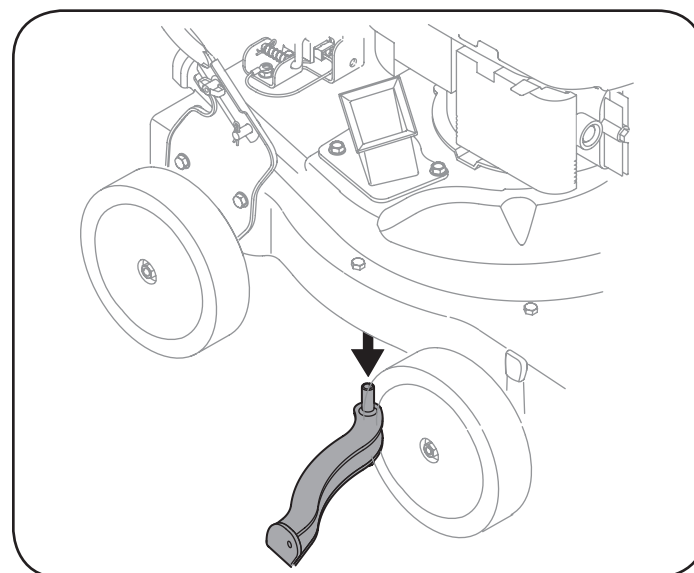

Figura 17
6. Saque la pantalla y límpiela con un cepillo o lávela con agua. Vea la figura 17.